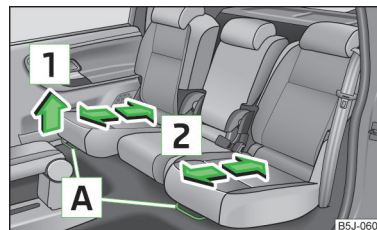

Abb. 56
- Den Hebel **A** in Pfeilrichtung **1** ziehen und den Sitz in die gewünschte Position in Pfeilrichtung **2** verschieben » Abb. 56.